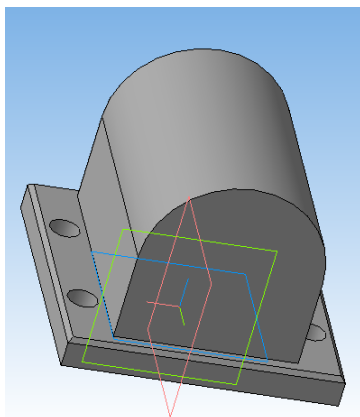

Рис. 5.
4. Примените к полученному эскизу *Операцию выдавливания*. Направление выдавливания – *Два направления*, *Расстояние 1 и 2* – 40 (рис. 5).